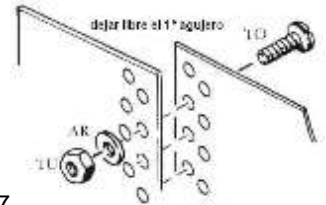

fig. 17
d) Juntar los dos extremos de la pared metálica de manera que pueda pasar los tornillos (TO) dentro de ambos agujeros dejando siempre las tuercas (TU) y las arandelas (AR) del lado exterior, fig. 17.